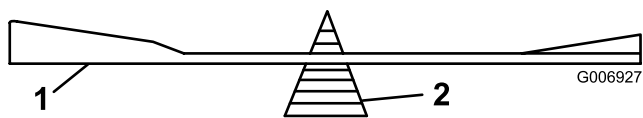

Figura 34
- Controllate l'equilibrio di ciascuna lama collocandola su un bilanciatore (Figura 34). Se la lama rimane in posizione orizzontale, è bilanciata e può essere utilizzata. Se non è bilanciata, limate un po' di metallo sul retro della stessa. Ripetete l'operazione finché la lama non è perfettamente bilanciata.